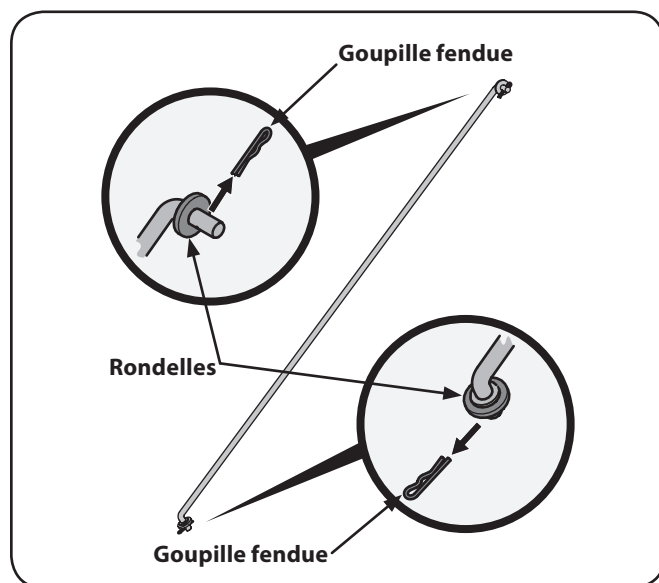

Figure 3-6
2. Retirez les goupilles fendues de la tige. Laissez les rondelles en caoutchouc sur la tige. Voir Figure 3-6.